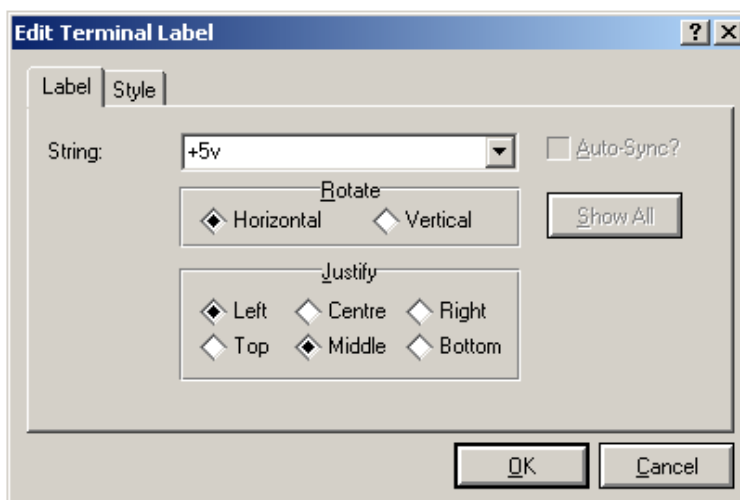

Рисунок 2.3 – Пример задания требуемого напряжения источника питания
5. Задать параметры терминалу Power. Двойным щелчком левой кнопки мыши по элементу Power (источник питания) открыть окно его свойств (рисунок 2.3), в появившемся окне во вкладке Label в графе string задать «+5V» или другое требуемое напряжение и нажать «ОК».